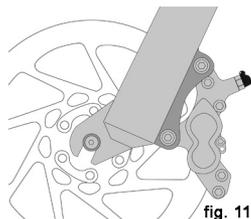
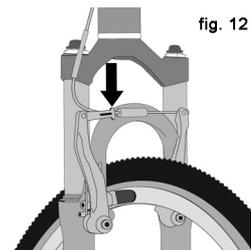

fig. 11
fig. 12
3. Noen sykkelbremsler, som skivebremsler (fig. 11) og V-bremsler (fig. 12), er ekstremt kraftige. Vær ekstra forsiktig når du venner deg til disse bremsene og utvis spesiell forsiktighet når du bruker dem.
De fleste felgbremseser har noe slag av hurtigutløsermekanisme som gjør at bremseklossene går klar av hjulet når det tas av eller settes på. Når hurtigutløseren er i åpen stilling, er bremsesene ute av funksjon. Spør forhandleren for å være sikker på at du forstår måten hurtigutløseren virker på sin sykkel (se fig. 12, 13, 14 & 15) og sjekk hver gang for å være sikker på at begge bremsesene virker som de skal, før du setter deg på sykkelen.